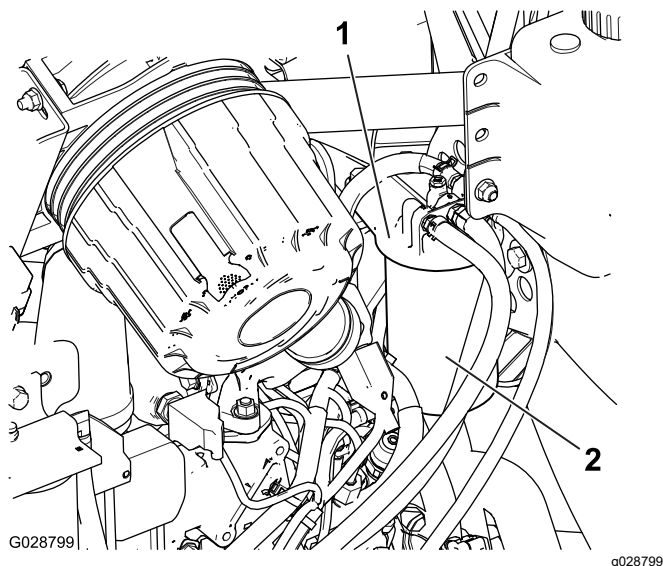

Figura 64
1. Curățați zona din jurul capătului filtrului de combustibil (Figura 64).
2. Scoateți filtrul și curățați suprafața de montare a capătului filtrului (Figura 64).